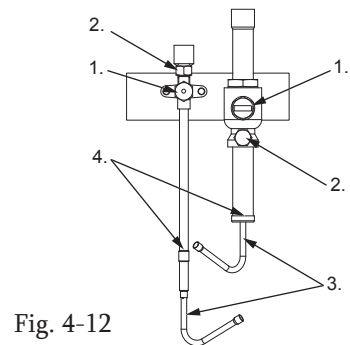

Fig. 4-12
4.5. Սառնագենտի խողովակաշարի (հիմնական խողովակ) տեղադրումը (Fig. 4-12)